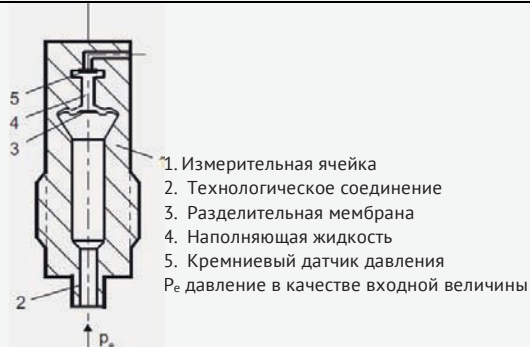

Рис. 4 Измерительная ячейка для избыточного давления, функциональная схема
Давление P_e подается через технологический разъем (2, рис. 4 «Измерительная ячейка для избыточного давления, функциональная схема») на измерительную ячейку (1). Это давление затем подается через разделительную мембрану (3) и наполняющую жидкость (4) на кремниевый датчик давления (5), измерительная мембрана которого изгибается. При прогибе изменяется величина сопротивления четырех пьезо-резисторов мостовой схемы измерительной мембраны. При изменении сопротивления на выходе мостовой схемы создается напряжение, пропорциональное абсолютному давлению.